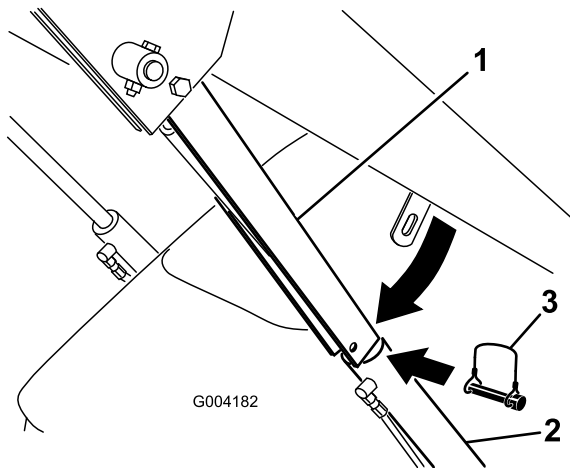

Figura 24
4. Retire el pasador de seguridad que fija el bloqueo del cilindro al brazo de carga (Figura 24).
5. Baje el bloqueo del cilindro sobre la barra del cilindro y fíjelo con el pasador de seguridad (Figura 24).